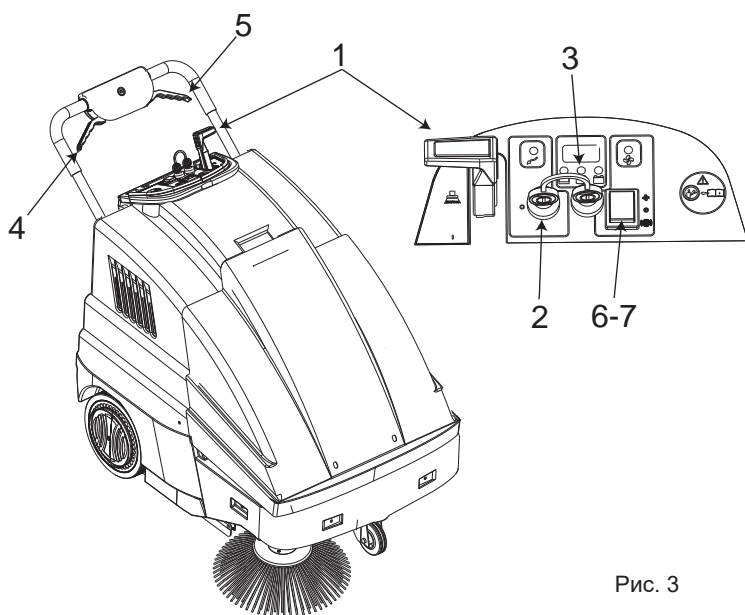

Рис. 3
- Установите рычаг подъема щетки (поз. 1, рис. 3) в положение «0».
- Установите переключатель с ключом (поз. 2 рис. 3) в положение «I».
- Повернув ключ, подождите примерно 10 секунд, пока машина не начнет работать. Перед началом работы проверьте по индикатору (поз. 3, рис. 3), что аккумулятор заряжен, в противном случае зарядите аккумулятор.
- Включите всасывание, переводением переключателя (поз. 7 рис. 3) в положение «I».
ПРИМЕЧАНИЕ При при перемещении машины выключите всасывание; для этого переведите переключатель (поз. 7 рис. 3) в положение «0».
- Нажмите на рычаг тяги (поз. 4 рис. 3) и приступите к очистке. При необходимости, для установки боковой щетки, переведите рычаг боковой щетки (поз. 1 рис. 3) в положение «I». По завершении работы, если боковая щетка использовалась, переведите рычаг боковой щетки в положение «0», выключите машину и выньте ключи из панели управления.
Срок службы аккумулятора зависит от текущего технического обслуживания и уровня разряда. Не допускайте снижения заряда аккумулятора ниже предела, указанного индикаторами (поз. 3, рис. 3).